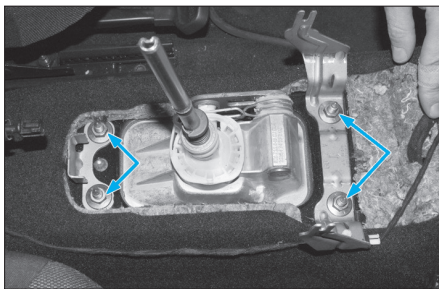

FIG. 28
- les écrous de fixation (Fig.28),